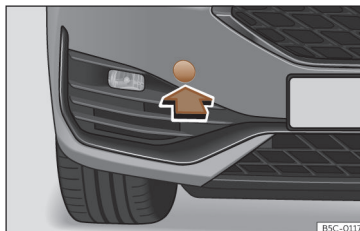

Fig. 48 En el lado derecho del paragolpes delantero: retirar la tapa.
El alojamiento de la argolla de remolque enroscable se encuentra en el lado derecho del paragolpes delantero detrás de una tapa »» **fig. 48.**
- Retire la tapa haciendo presión en la zona inferior de la misma y déjala colgando del vehículo»» **fig. 48.**